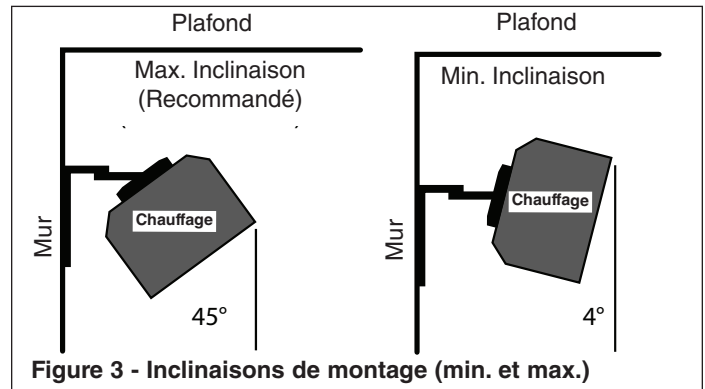

Figure 3 - Inclinaisons de montage (min. et max.)
- Ce radiateur est chaud quand il est en fonctionnement. Pour éviter des brûlures, ne laissez pas de peau nue toucher ses surfaces chaudes. Maintenez les matières combustibles comme le mobilier, les oreillers, la literie, les papiers, les vêtements et les couvertures, à au moins 7 pieds (210 cm) de distance de l'avant du radiateur. Voyez la Fig. 3 pour les exigences en dégagements minimaux à l'installation.
- Le support du radiateur permettra de régler son angle d'inclinaison d'environ 4 à 45° par rapport à l'horizontale. L'angle d'inclinaison optimal est de 45° (Voir la Fig. 3).